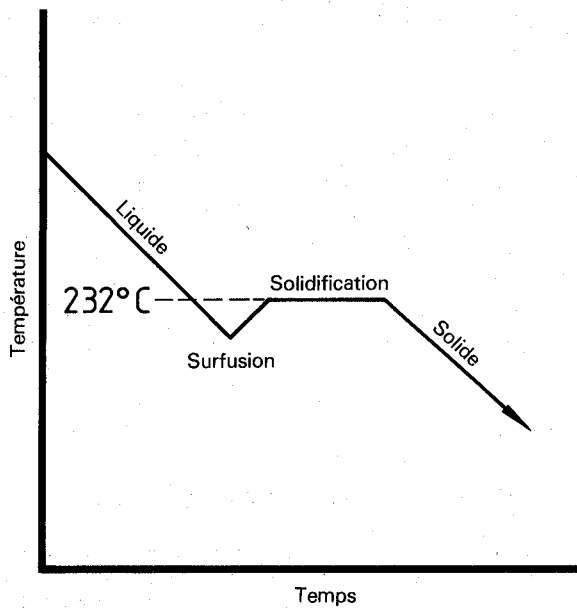

Figure 1 — Courbe caractéristique de solidification de l'étain
**6.2.17** Si l'aiguille du contrôleur de température n'est pas complètement à droite, appuyer sur le bouton « AUTOCAL » jusqu'à ce que l'aiguille soit de nouveau à droite, puis relâcher. L'aiguille du contrôleur se déplace lentement de droite à gauche, s'arrête et repart brusquement vers la droite et s'arrête pendant 3 à 5 s. Pendant le temps où l'aiguille est arrêtée, régler le lecteur de température pour centrer l'aiguille. La période d'arrêt correspond au point de solidification, changement d'état de l'étain de liquide à solide. La chute de température en dessous du point de fusion et la brutale remontée sont dues à la surfusion caractéristique de l'étain (voir figure 1). Si l'aiguille du contrôleur ne reste pas stationnaire pendant un minimum de 3 s, l'étain est contaminé et doit être remplacé. Voir l'annexe E pour les instructions de remplacement.